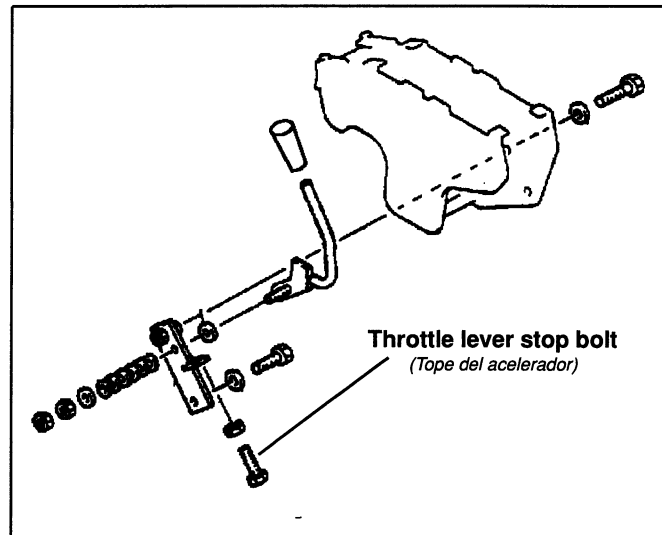

FIG. 7A
- A. Refer to Fig. 7A to locate the throttle lever stop bolt.
(*Remítase a la Fig. 7A para ubicar el tornillo tope de la palanca de aceleración.*)
K. Turn in the throttle control lever stop bolt, see Fig. 7A, until it touches the lever, then add one more turn. Tighten the lock nut to lock the bolt in position. (*Gire hacia adentro el tornillo tope de la palanca de aceleración, ver Fig. 7A, hasta que el mismo haga tope con la palanca de aceleración, luego añada una vuelta más al tornillo. Aprete la contratuerca del tornillo para asegurarlo en posición*).